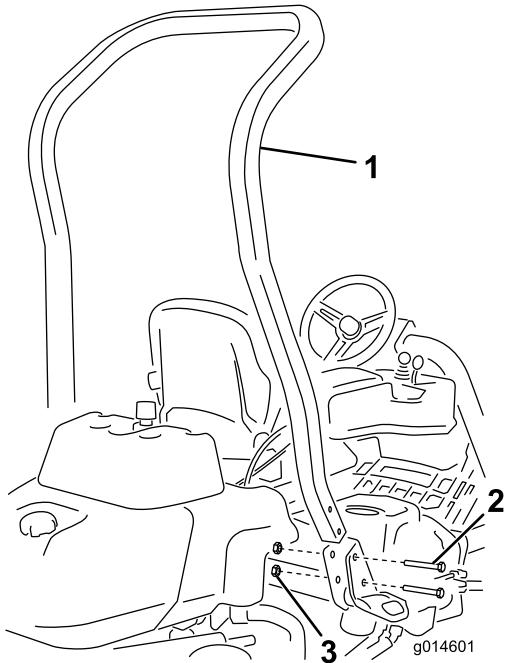

Figura 3
3. Instale a barra nas bolsas de cada lado da máquina, utilizando 4 parafusos ($\frac{1}{2} \times 3\frac{3}{4}$ "") e quatro porcas flangeadas ($\frac{1}{2}$ ") (Figura 3).